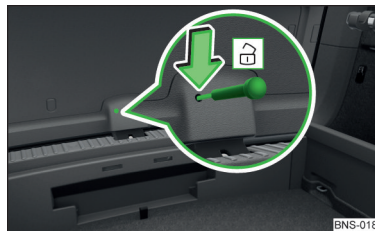

Abb. 362 Klappe entriegeln
- › In die Öffnung in der Klappenverkleidung » Abb. 362 einen Schraubendreher oder ein ähnliches Werkzeug bis zum Anschlag einführen.